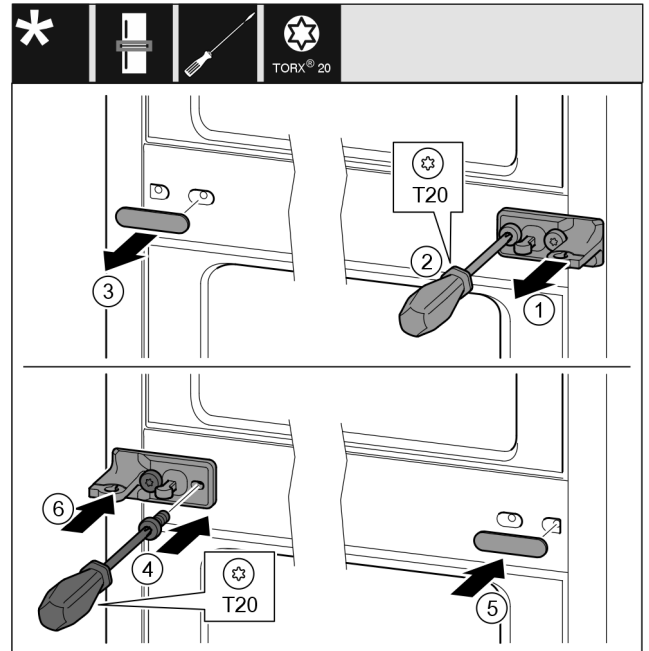

Fig. 33
- Lironi kapakun. Fig. 33 (1)
- Nxirrni jashtë vidat me një kaçavidë T20. Fig. 33 (2)
- Lironi me kujdes kapakun mbulues. Fig. 33 (3)
- Mbërtheni fort bazamentin mbështetës në anën tjetër të rrotulluar me 180°. Fig. 33 (4)
- Vendosni kapakun të rrotulluar me 180°, në anën tjetër. Fig. 33 (5)
- Shtyni kapakun brenda nga përpara. Fig. 33 (6)